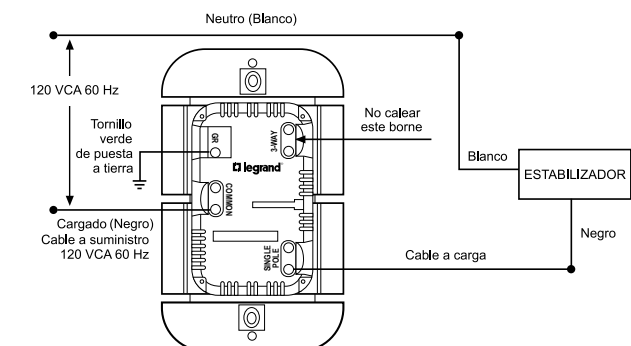
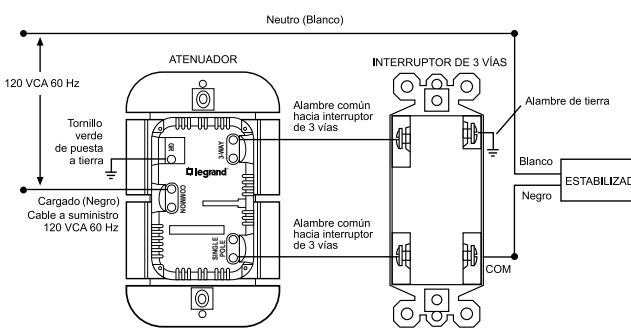

Figura 1 – Instalación unipolar
Figura 2 – Instalación de 3 vías
- Conecte el atenuador según se muestra en el diagrama de instalación utilizando conductores de cobre sólidos o trenzados de calibre N°12 ó N°14 AWG. Quite el forro del alambre utilizando el calibre ubicado en la parte trasera del dispositivo (Figura 1 o Figura 2). Ajuste los tornillos del terminal un par de torsión de 14 a 16 pulg.-lb.